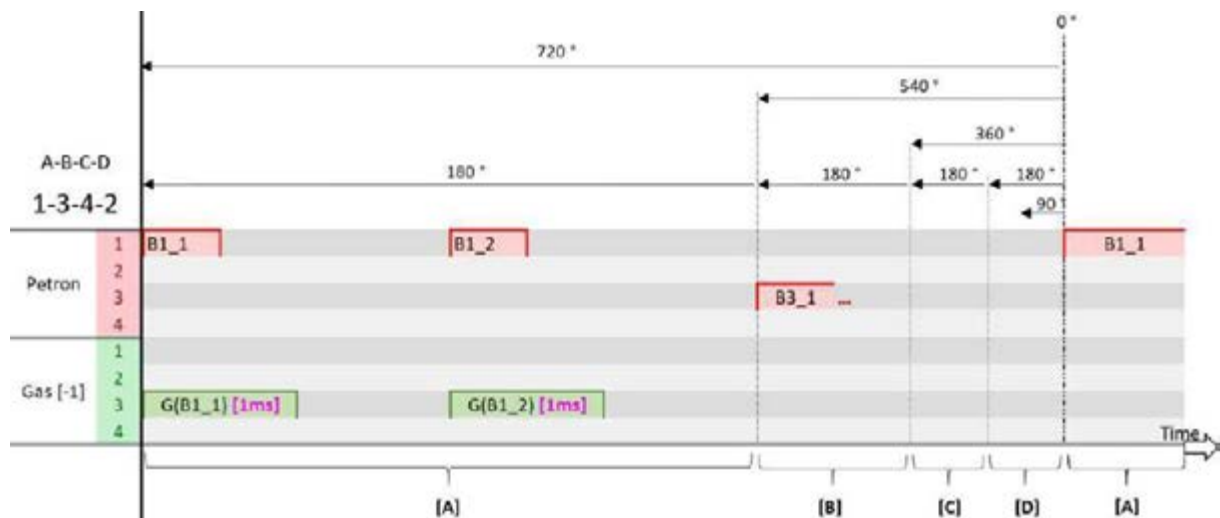

Рис. 2.114 Визуализация углового сдвига (короткое время подачи газа)
**Рис. 2.114** визуализирует ситуацию, в которой два отдельных коротких впрыска бензина генерируют 2 коротких газовых импульса. Медленные газовые форсунки вообще не откроются, а быстрые могут открыться но сдозировать не правильно количество газа. Если это произойдет, скорее всего это приведет к рывкам и нестабильной работе автомобиля.